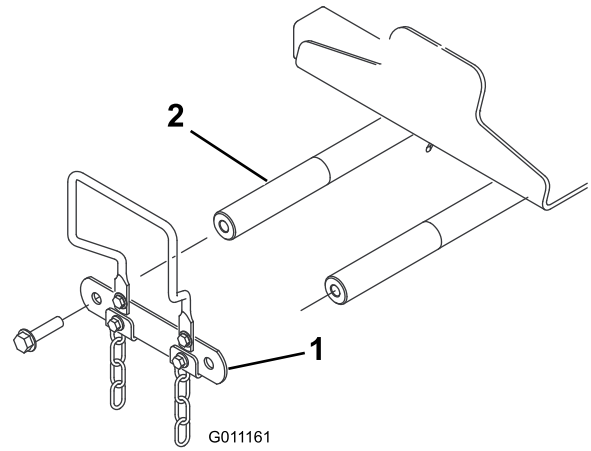

Bild 10
4. Entfernen Sie die beiden Bundkopfschrauben (1/2" x 2") an der Vorderseite der Maschine, mit denen die Gelenkwellenverbindung an den Gelenkwellen des Hubarms befestigt ist, und nehmen Sie die Verbindung ab (Bild 10).